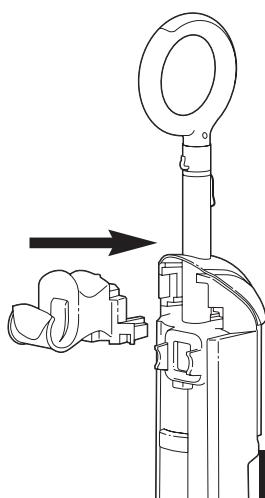

FIG. 3
Step 2: Slide the carry handle into place as pictured; secure with 2 screws provided (FIG. 3).
- Étape 2 :** Glissez la poignée de transport en place de la façon illustrée ; assujettir avec les 2 vis fournies (FIG. 3).
- Paso 2:** Deslice la manija de transporte a su sitio como se ilustra y fíjela con los 2 tornillos provistos (FIG. 3).